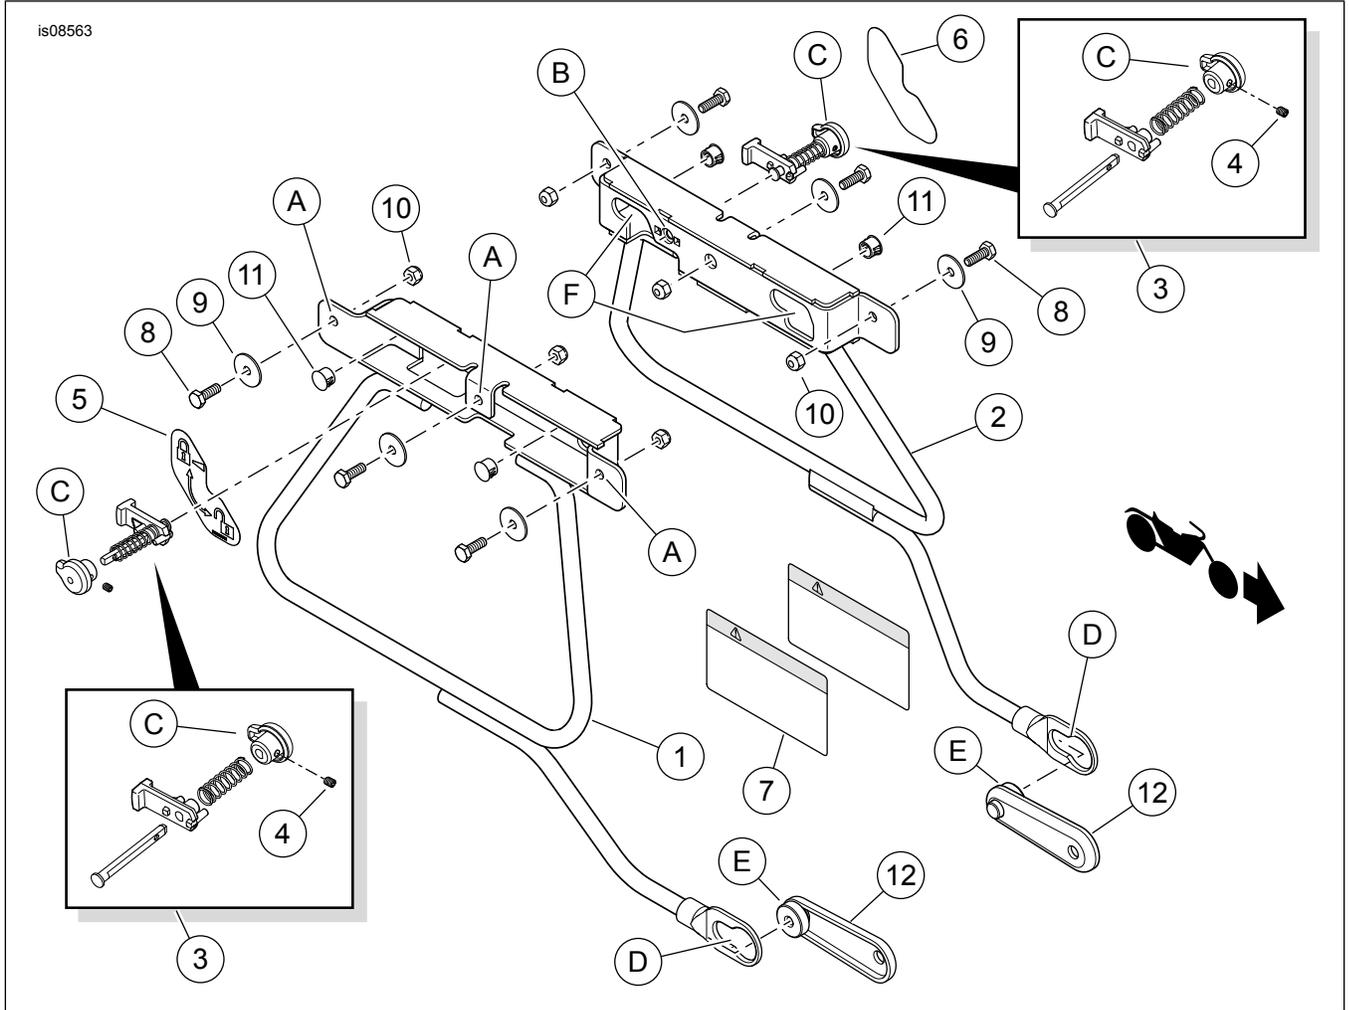

Figura 7. Piezas de servicio: Kit de conversión para alforjas desmontables Softail
2. Vea Figura 7. Jale la perilla (C, dentro de la alforja en la esquina superior trasera). Gire la perilla a la posición desbloqueada (hacia la derecha en la alforja izquierda, hacia la izquierda en la alforja derecha).
3. Aproxímese a la motocicleta sosteniendo la alforja. Gírela de manera que el brazo de soporte inferior esté levemente hacia abajo. Inserte el diámetro grande del agujero (D, en el extremo inferior del brazo de soporte sobre el punto de acoplamiento mini delantero inferior (E).
- b. **SIN accesorios desmontables:** Gire el cuerpo de la alforja hacia abajo, para que los puntos de acoplamiento estándar en el soporte del guardabarros/cubierta de la riostra se deslicen dentro de las ranuras (F) en la pieza de soporte en la parte trasera de la alforja. **CON accesorios desmontables:** Gire el cuerpo de la alforja hacia abajo, para que los puntos de acoplamiento mini exteriores (que están sobre los puntos de acoplamiento estándar en el soporte del guardabarros/cubierta de la riostra), se deslicen dentro de las ranuras (F) en la pieza de soporte en la parte trasera de la alforja.
5. Jale la perilla (C) hacia afuera. Gire la perilla hacia la posición BLOQUEO hasta que encaje a presión en su lugar. Empuje la alforja hacia la parte trasera del vehículo para asegurarse de que el pestillo esté completamente acoplado.